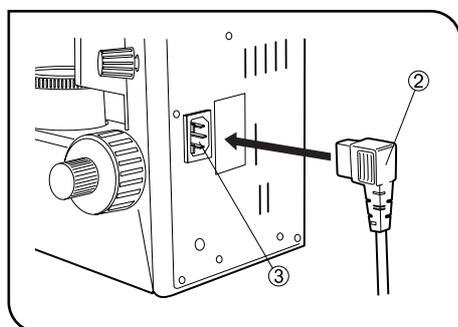

Fig. 31
## 8 Branchement du cordon d'alimentation (Figs. 31 & 32)
1. Brancher le cordon d'alimentation ② dans la prise de c.a. ③. (Fig. 31)